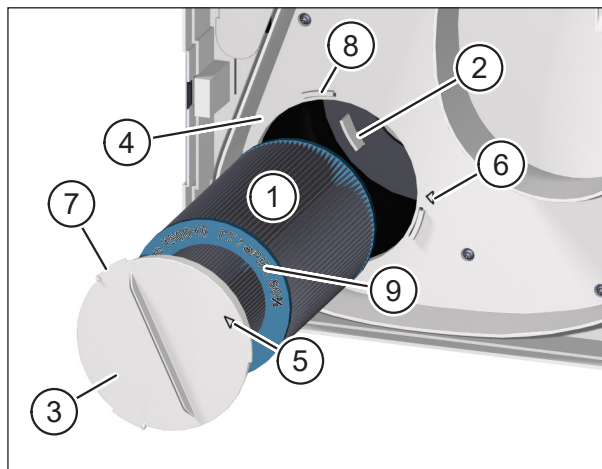

Fig. 19: Inserarea filtrului nou de aer exterior
- ▶ Introduceți cu grijă noul filtru de aer exterior (elementul 1 în Fig. 19) în aparatul de ventilație.
- ▶ Asigurați-vă că filtrul de aer glisează în cele 3 cleme de fixare (elementul 2 în Fig. 19) pe peretele din spate al aparatului de ventilație.
- ▶ Poziționați capacul filtrului (elementul 3 în Fig. 19) pe filtrul de aer exterior. Asigurați-vă că capacul filtrului este poziționat plat pe placa intermediară (elementul 4 în Fig. 19).
- ▶ Răsuciți capacul filtrului în sensul acelor de ceasornic până când săgeata de pe capacul filtrului (elementul 5 în Fig. 19) se aliniază cu săgeata care indică poziția de fixare (elementul 6 în Fig. 19). Asigurați-vă că cele 3 cleme (elementul 7 în Fig. 19) de pe capacul filtrului se cuplează cu elementele de fixare (elementul 8 în Fig. 19) de pe placa intermediară.
- Doar M-WRG-II FA, componenta nr. 750010 și M-WRG-II FK (filtru cu cărbune activ), componenta nr. 750020 se pot utiliza ca filtru de aer exterior. Nr. componente și clasa filtrului de aer sunt imprimate pe placa terminală de culoare turcoaz a filtrului de aer (elementul 9 în Fig. 19).